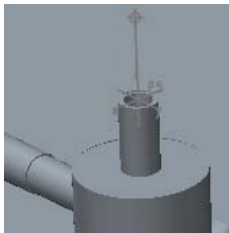

图 16.2.35 定义延伸管道 1
Step2. 定义延伸管道 1。在 **管道** 功能选项卡的 **布线** 区域中单击“延伸”按钮 ，系统弹出“延伸”对话框，在该对话框的 **尺寸选项** 区域下方的文本框中输入数值 60，按 **Enter** 键确认，然后单击 **确定** 按钮，结果如图 16.2.35 所示。